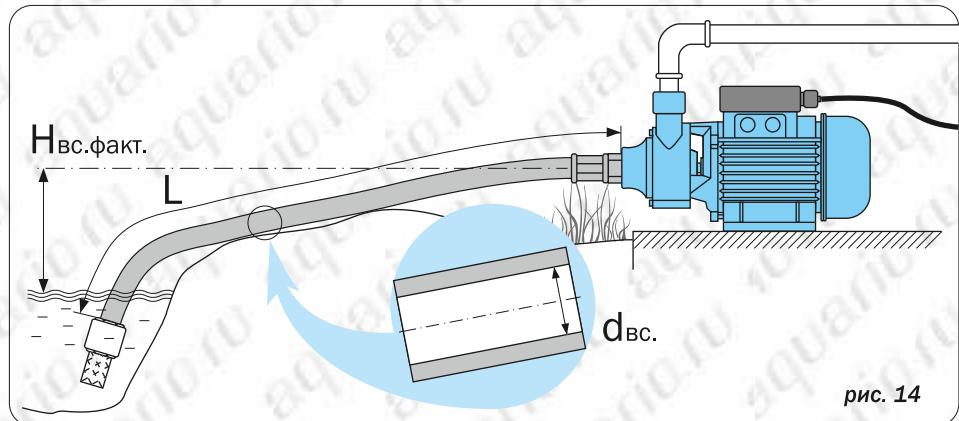

рис. 14
**Ключевые параметры всасывающей магистрали** (рис. 14):
Дано: рис.14    **Hвс.факт. = 5 м    L = 25 м**